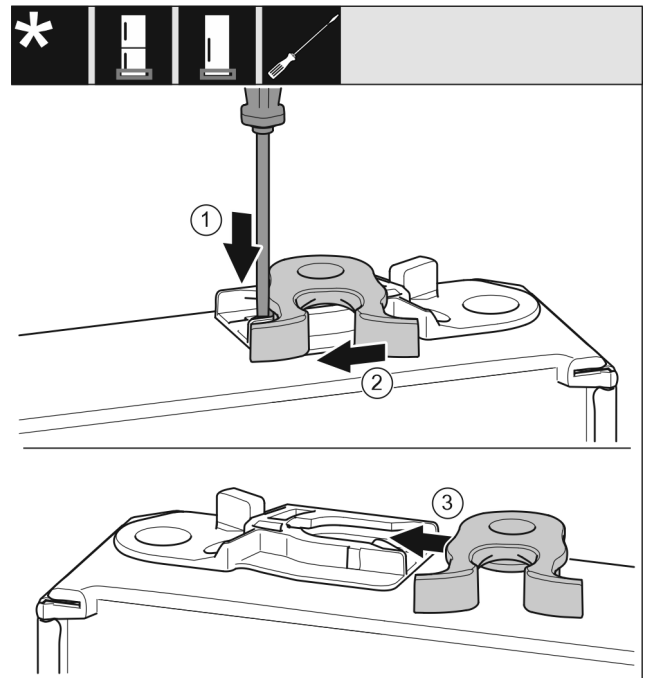

Fig. 18
- ▶ Nyomja le a fedőlemezt csavarhúzóval. Fig. 18 (1)
- ▶ Húzza ki a záróhorgot a vezetősínből. Fig. 18 (2)
- ▶ Tolja be a záróhorgot a vezetősínbe a másik oldalon. Fig. 18 (3)